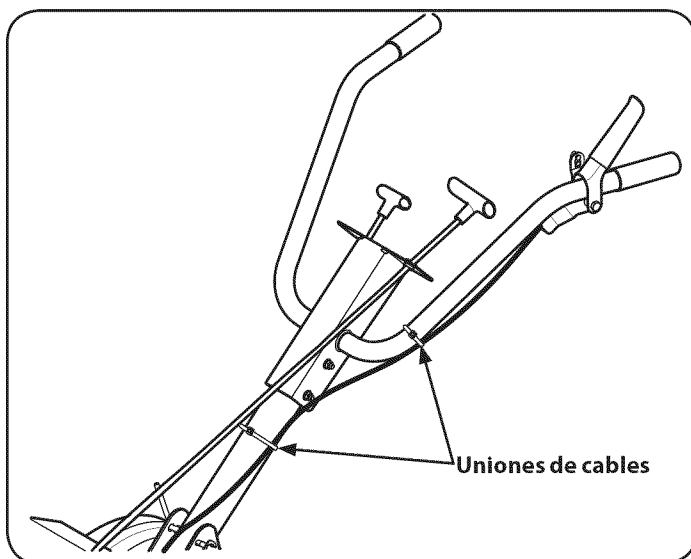

Figura 8
5. Cuando el cable del embrague esté en su sitio, sujételo a la manija con los precintos suministrados en las ubicaciones que se indican en la Figura 8.